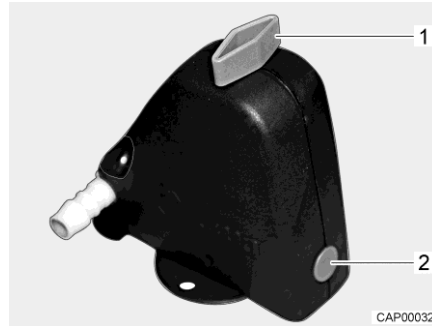
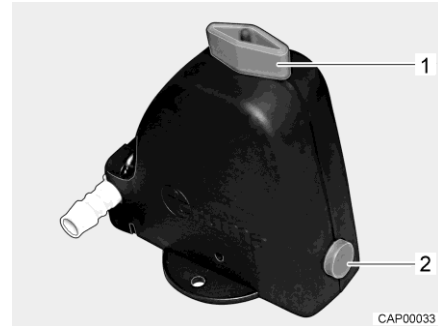

Fig. 157 Valve de sécurité et de vidange fermée
Fig. 158 Valve de sécurité et de vidange ouverte
- Ouvrir la valve de sécurité et de vidange (Fig. 157). Tourner le bouton rotatif (Fig. 157,1) dans le sens longitudinal par rapport à la valve de sécurité et de vidange. Le bouton-poussoir (Fig. 157,2) ressort. La valve de sécurité et de vidange ouverte est représentée à la Fig. 158.